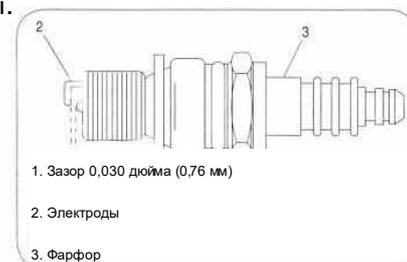

Рисунок 41
4. Проверьте измерительным щупом зазор между электродами и при необходимости установите его на 0,030 дюйма (0,76 мм). см. рис. 41.